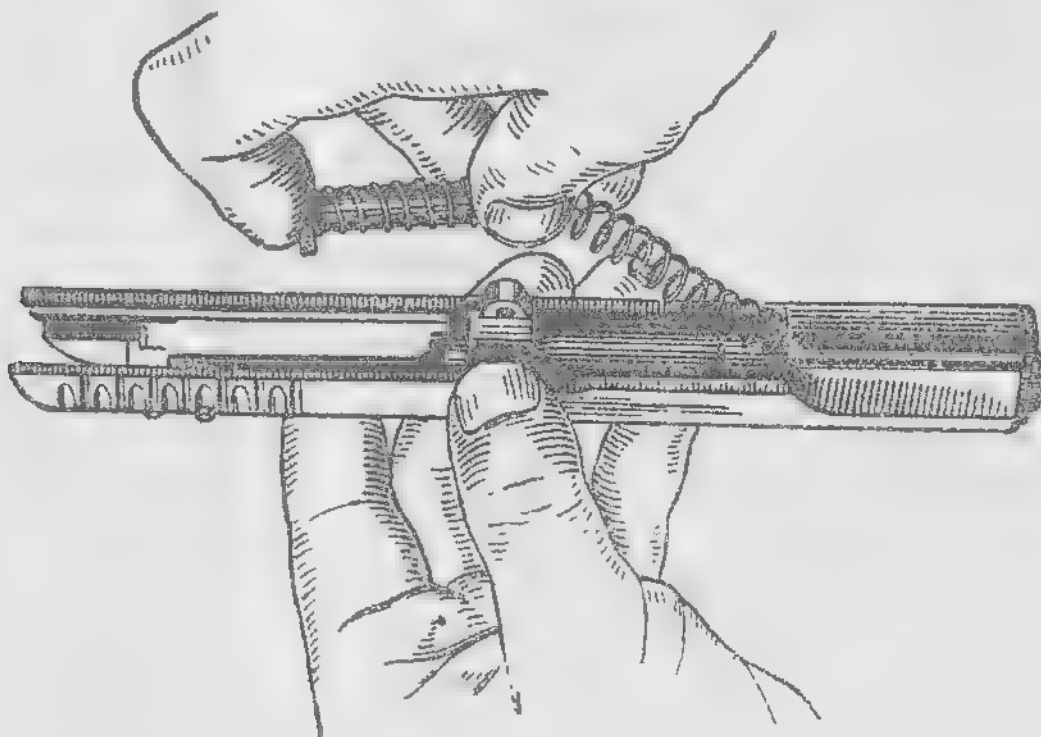

Рис. 77. Как вынуть возвратную пружину.
4) **вынуть возвратную пружину:** удерживая затвор левой рукой возвратной пружиной кверху, правой рукой вынуть пружину из кожуха затвора вместе с направляющим стержнем и наконечником (рис. 77);